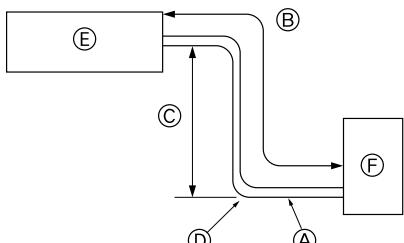

Fig. 2-1
① Verbindungsrohr.....x1
2.1. Rohrleitung für Kältemittel (Fig. 2-1)